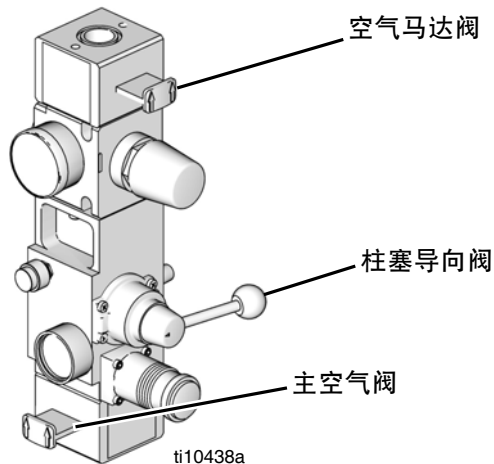

图 6：空气控制模块
2. 对于 **D200s**、**D200**、**D60** 和 **S20** 空气控制器：参见图 6。